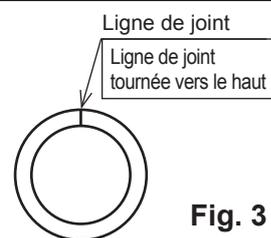

Fig. 3
- Enroulez de matériau isolant avec la ligne de joint tournée vers le haut. (**Reportez-vous à la Fig. 3**)